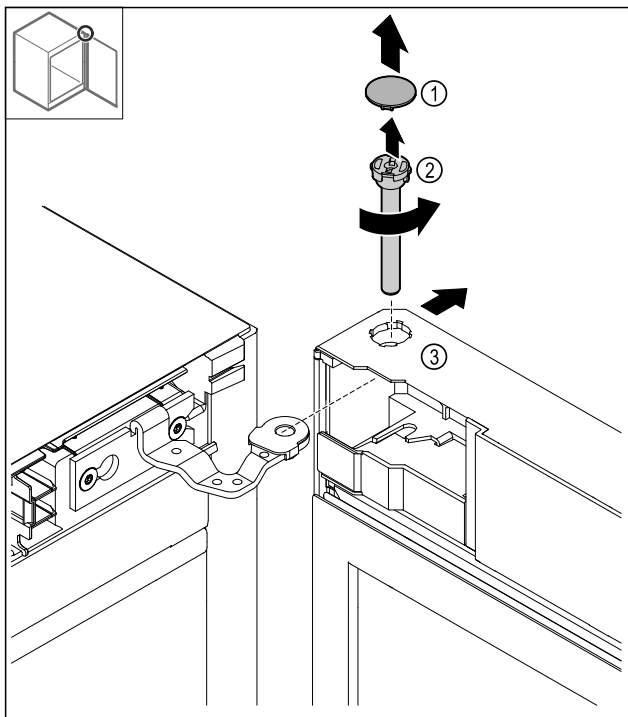

Fig. 18
- Ta av skyddet Fig. 18 (1).
- Skruva ut stiftet Fig. 18 (2) moturs och dra ut det.
- Tippa dörren Fig. 18 (3) något.